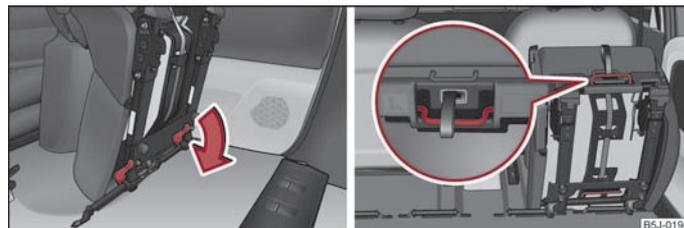

Abb. 40 Entriegelung des vorgeklappten Sitzes / Tragegriff an der Sitzfläche
- Den vorgeklappten Sitz durch Drücken der Sitzverriegelungen, in Pfeilrichtung, entriegeln ⇒ **Abb. 40**.
- Nehmen Sie den Sitz mit dem Tragegriff an der Sitzfläche heraus ⇒ **Abb. 40** rechts.
- Klappen Sie den äußeren Sitz vor ⇒ Seite 56 und entriegeln Sie ihn ⇒ Abb. 40.